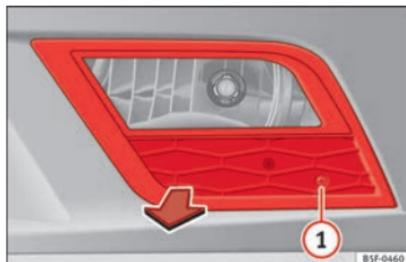

Fig. 95 Farol de nevoeiro.
- Retire o parafuso » Fig. 95 ① da grelha do farol de nevoeiro, utilizando uma chave de fendas.